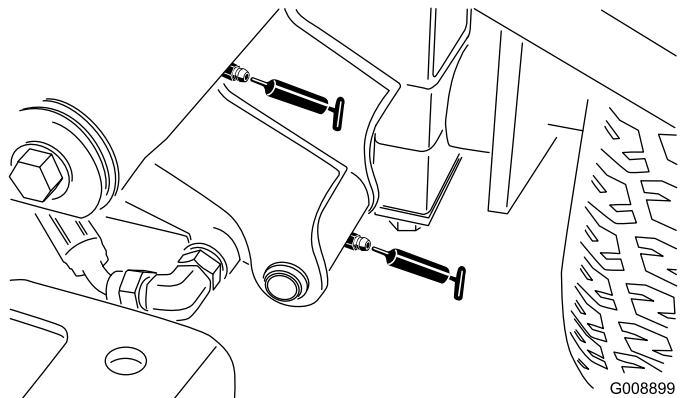

図 37
- 左前昇降アームのピボット昇降シリンダ2ヶ所 **図 37**